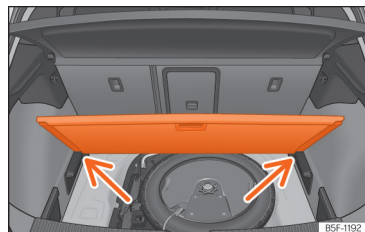

Fig. 184 Piso variável da bagageira: posição inclinada.
- Apoie o piso sobre os alojamentos previstos para o efeito »» Fig. 184 [setas].